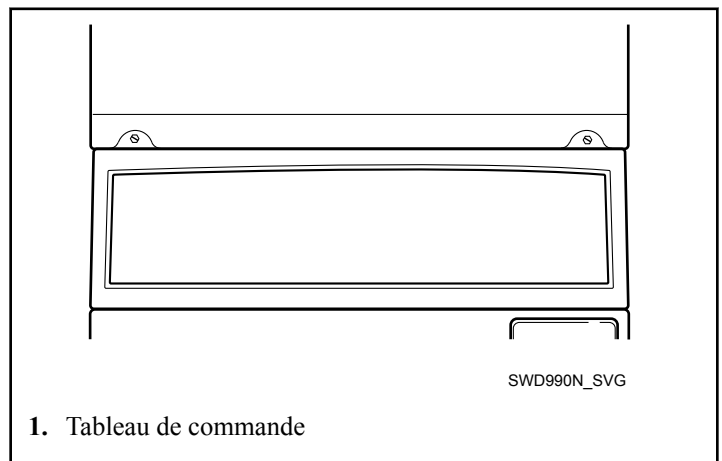

Figure 2
1. Ouvrir le panneau de commande. Se reporter à *Figure 2*.